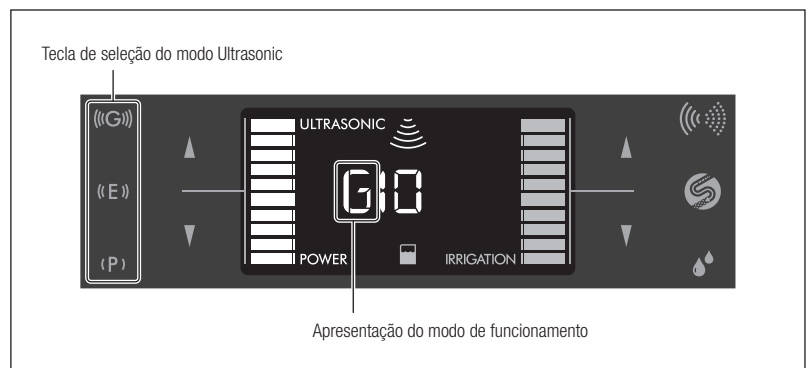

Fig. 19
- 1) Toque na tecla de seleção do modo Ultrasonic para selecionar o modo. O modo selecionado é apresentado no painel LCD como P/E/G (Fig. 19).